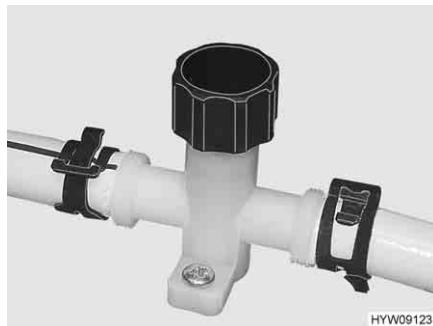

Fig. 119 Rubinetto di scarico (tubatura dell'acqua e scaldaacqua)
- Chiudere tutti i rubinetti di scarico. A tal fine, ruotare il coperchio (Fig. 119) in senso orario.